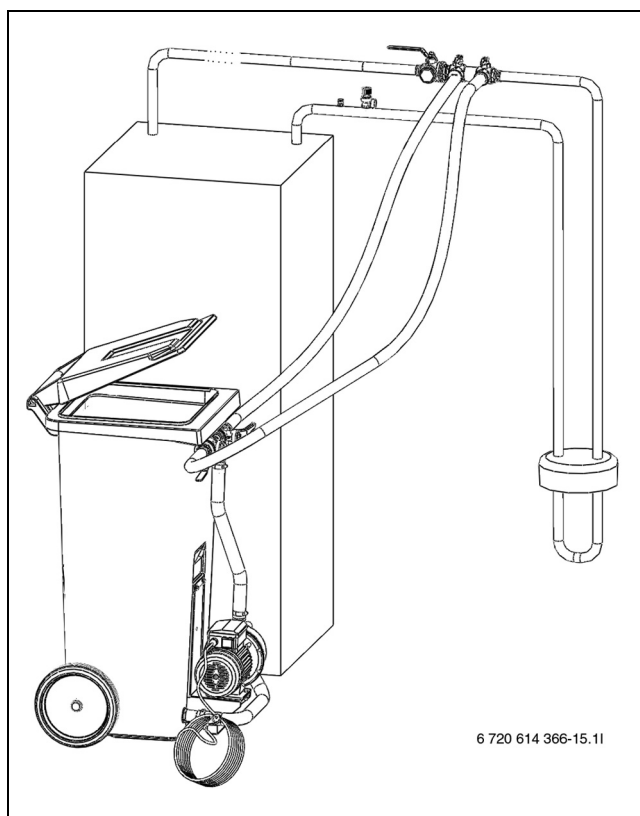

Bild 16 Fyllning med påfyllnadsstation
- ▶ Anslut två slangar från påfyllnadsstationen till påfyllnadsatsen (→ Bild 16).